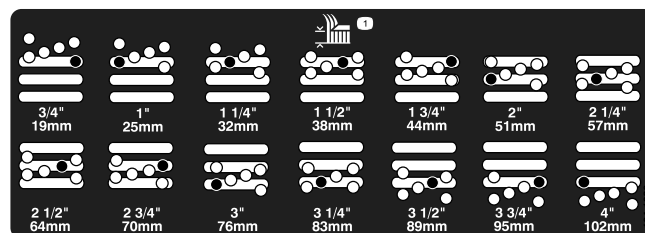

Bild 17
4. Entfernen Sie das Distanzstück, während Sie gleichzeitig die Kammer abstützen (Bild 17).
5. Stellen Sie die Kammer auf die gewünschte Schnitthöhe ein und setzen Sie das Distanzstück im gewünschten Schnitthöhenloch und -schlitz ein (Bild 17).